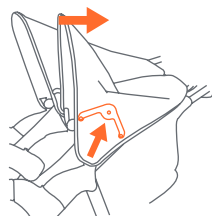

Fig. 8b
- **Para plegar la cubierta:** empuje hacia atrás el borde delantero (Fig. 8b).